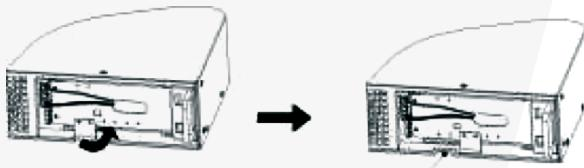

Рис. 9 Снятие направляющих для кабеля
- б. Снять направляющие для проводов в нижней части передней крышки (см. рис. 9).